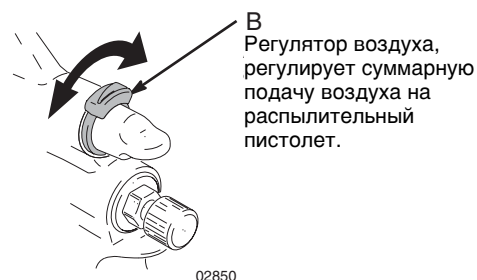

Рис. 5
- 5 Клапан регулирования воздуха (В) на конце пистолета регулирует как распыление воздуха, так и давление в емкости распыления пистолета. Отрегулируйте клапан в соответствии с необходимостью. Рис. 5.